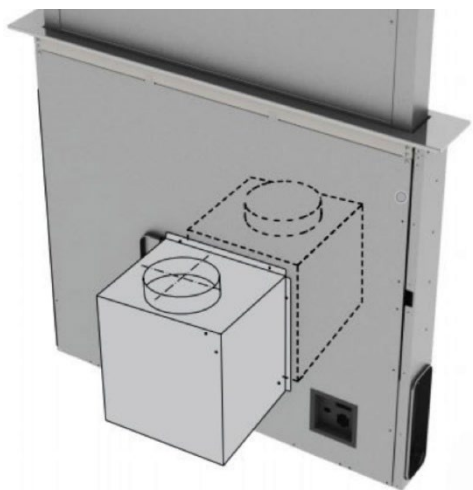

Fig. 21
9. I versioner af emhætten med intern motor skal motorenheden monteres, så luftudtaget vender i den ønskede retning – enten nedad eller opad (fig. 21).